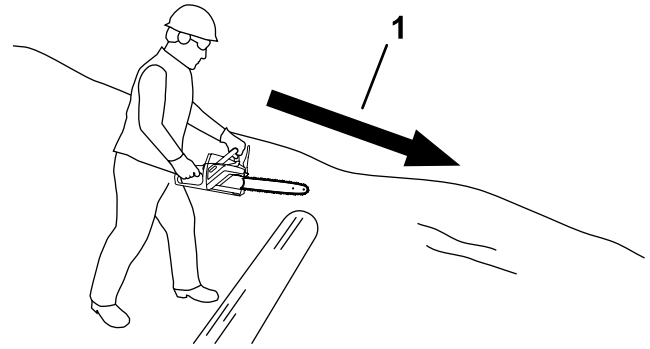

Figura 20
- Si el tronco está en una pendiente, colóquese siempre cuesta arriba respecto al tronco (Figura 20).